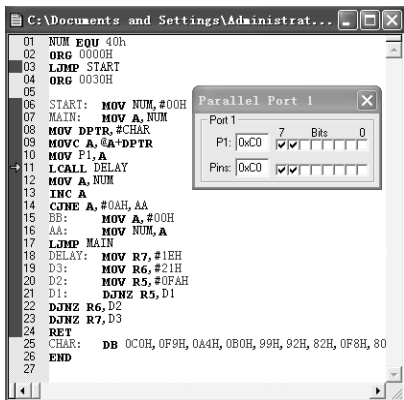

图 4-19 观察验证 P1 口的状态变化
(3) 按下单步执行按钮 (Step over) ,观察验证 P1 口的状态变化,如图4-19所示。